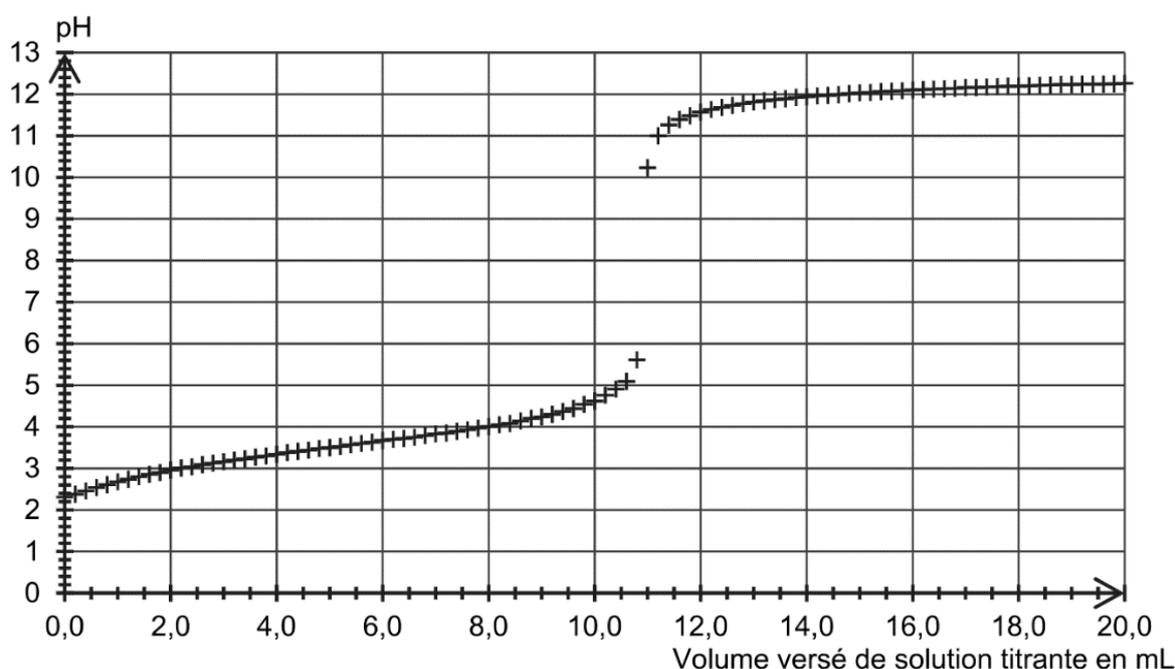

Figure 1. Courbe expérimentale du titrage par suivi pH-métrique
Le titrage d'un volume  $V = 25,0 \text{ mL}$  de solution S est réalisé et suivi par pH-métrie. La solution titrante est une solution d'hydroxyde de sodium de concentration  $c_B$  égale à  $0,20 \text{ mol}\cdot\text{L}^{-1}$ . La courbe de suivi pH-métrique est donnée en figure 1.
- Q5.** Estimer, en expliquant la démarche, à l'aide des figures 1 et 2, la valeur de la constante d'acidité  $K_A$  du couple acide méthanoïque / ion méthanoate à la température du titrage.